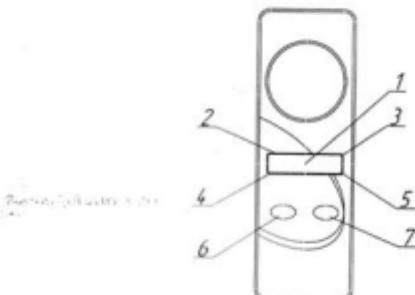

Рисунок 2 – Блок управления
Обозначение программы и количество проведенных циклов стерилизации отображается соответственно в левом и в правом углах верхней строки дисплея, в тот момент, когда не запущен режим стерилизации (см. рисунок 2).
2.3.1 Включите сетевой выключатель (см. рисунок 1), при этом включится подсветка дисплея и инициируется основное меню (см. рисунок 2). Включится насос и начнется процесс заливки воды в парогенератор. По окончании заливки насос выключается. В процессе заливки пуск стерилизатора заблокирован.
Долейте воды в резервуар согласно п. 2.2.8. Стерилизатор готов к работе. Для запуска программы из основного меню (см. рисунок 2) нажмите кнопку ввода 7. При этом запускается последняя выбранная программа стерилизации (в данном случае – установленная заводом-изготовителем программа 1). При отработке программы на дисплее последовательно индицируются этапы программы стерилизации "Подготовка пара", "Продувка", "Вакуммирование", "Нагрев", "Стерилизация", "Выпуск пара", "Выравнивание". Программу стерилизации можно прервать на любом этапе нажатием кнопки "Сброс" блока управления, при этом на дисплее индицируется сообщение "Нажата кнопка STOP" и кнопки ввода блокируются. Возврат в исходное состояние осуществляется поворотом кнопки "Сброс" по часовой стрелке.